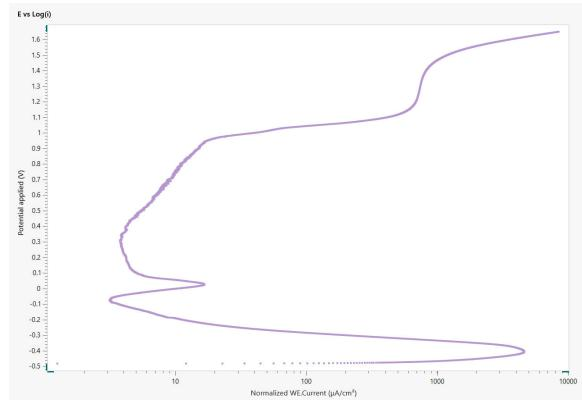

Abbildung 2. Die entsprechende Darstellung von $\log(j)$ vs. E für die korrodierende Edelstahlprobe in 0,5 mol/L Schwefelsäurelösung.
Die Daten werden gemäß der ASTM-Norm G3 umgewandelt und in **Abbildung 2** in einem Diagramm dargestellt, bei dem das Potential (E) gegen den Logarithmus der Stromdichte (j) aufgetragen ist.
Abbildung 3. Diese Darstellung ist identisch mit Abbildung 2, aber die Regionen in der Darstellung sind jetzt farblich hervorgehoben. Die aktive Region ist in blau, die passive Region in rot, die transpassive Region in grün und die sekundäre Passivitätsregion in orange dargestellt.
mit dem angelegten Potential nicht wesentlich zunimmt. Dies wird als sekundäre Passivierungsregion bezeichnet (**Abbildung 3**, in Orange). Darüber hinaus kann Sauerstoffentwicklung auftreten, was in **Abbildung 2** jedoch nicht dargestellt ist.